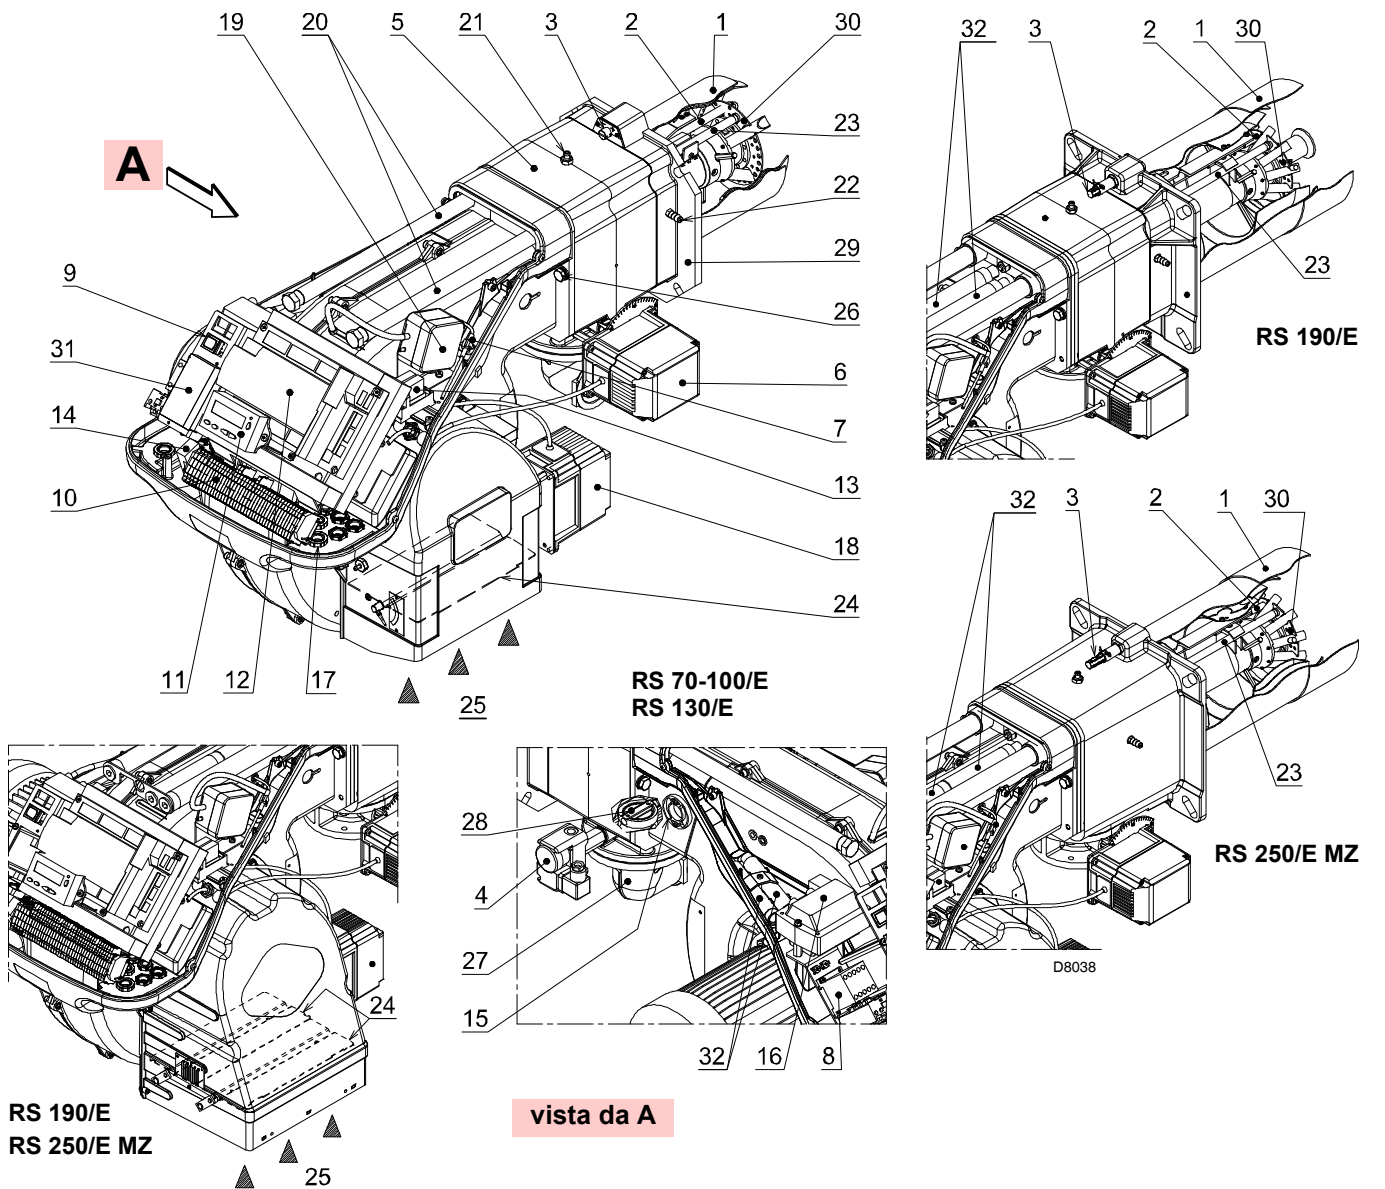

Fig. 5
(1) Condizioni di riferimento: Temperatura ambiente 20°C - Temperatura gas 15°C - Pressione barometrica 1013 mbar - Altitudine 0 m s.l.m.
(2) Pressione gas alla presa sul manicotto 21) (Fig. 5) con 0 mbar in camera di combustione ed alla potenza massima del bruciatore.
(3) Pressione sonora misurata nel laboratorio combustione del costruttore, con bruciatore funzionante su caldaia di prova, alla potenza massima.